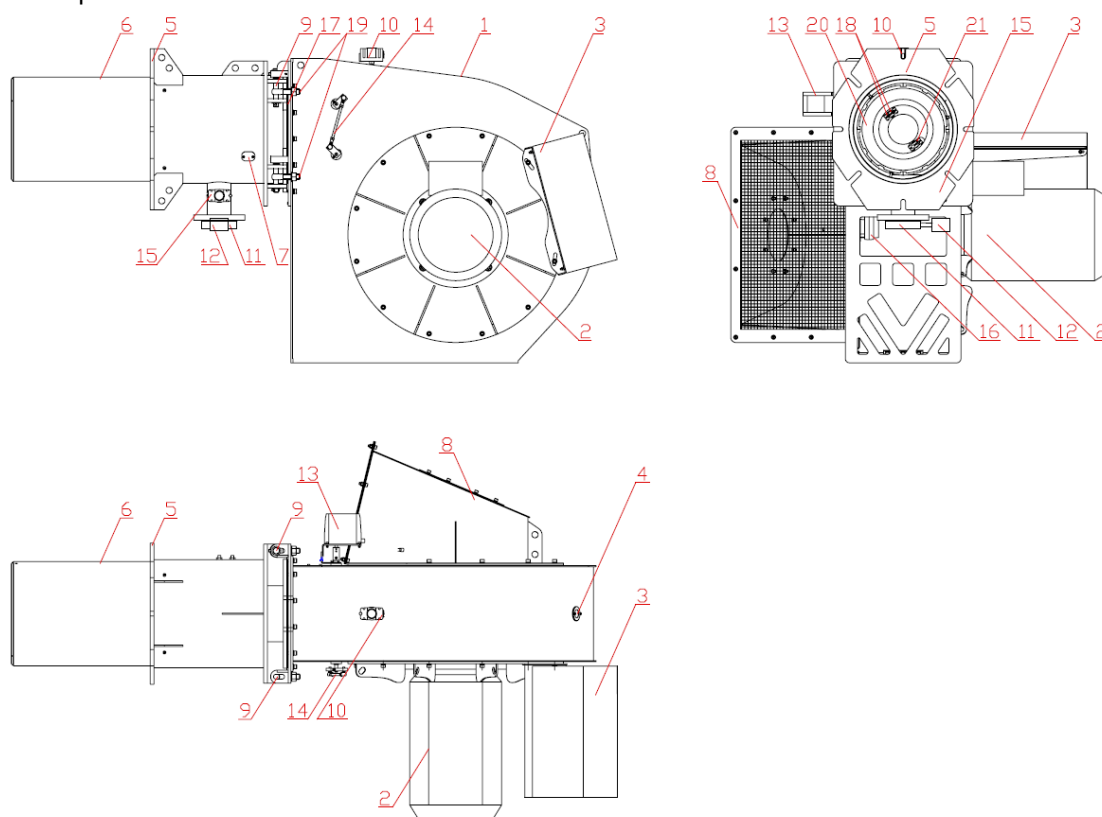

Рис.1. Общий вид устройства горелочного серии T-5.720 G.E.
1.3.1 Состав устройства горелочного серии T-5.720 G.E и размещение составных частей показаны на рис.1.